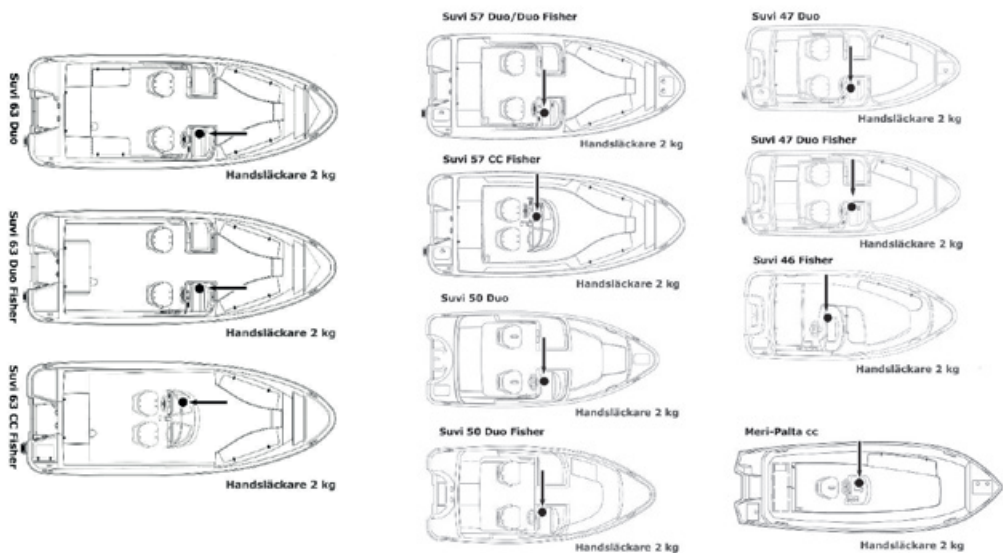

Bild 8. Handsläckarnas placering och storlek
SUVI 63 DUO/DUO FISHER, 63 CC FISHER, 57 CC FISHER, 57 DUO, 57 DUO FISHER, 50 DUO FISHER, 50 DUO, 47 DUO, 47 DUO FISHER, 46 FISHER och MERI-PALTA CC är utrustad med en 2 kg pulverfylld handsläckare. Handsläckarnas minsta godkända effektklass är 8A 68B. Släckaren är placerad vid båtforens fotutrymme på vänstra sidan enligt bild 8.
- 3) Brytarpanel (Se bild 8)